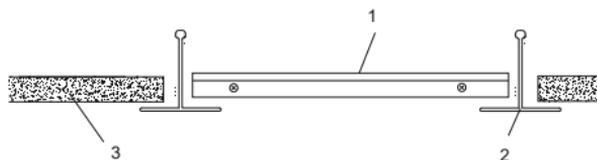

Рисунок 3
2.3 Встраиваемый монтаж производить в подвесные потолки типа «Armstrong» (см. рисунок 3). Светильник (1) установить на место потолочной плиты 600×600 мм (3) в межпотолочное пространство между направляющими (2) потолка «Armstrong», как показано на рисунке 3.